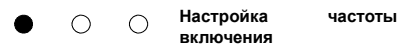

Fig. 2.33
- 4 Для настройки частоты включения, индикаторные лампы должны быть в положении как на Fig. 2.33.